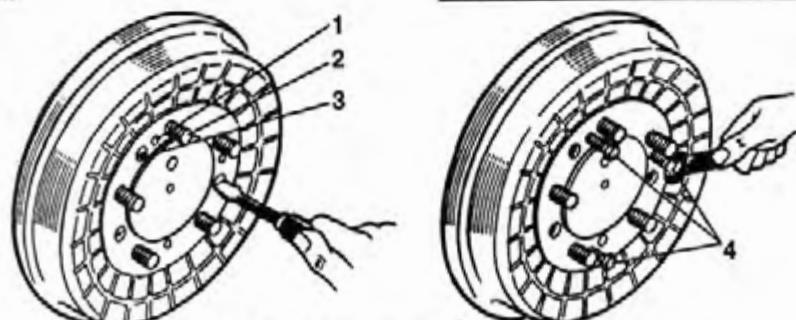

Рис. 178. Снятие тормозного барабана с полусоси:
5. Выверните три винта 3 (рис. 178, а) и снимите барабан с фланца полусоси. Если барабан сидит туго, то вверните в резьбовые отверстия три болта (M8) 4 (рис. 178, б) и, поочередно вращая их, снимите барабан.